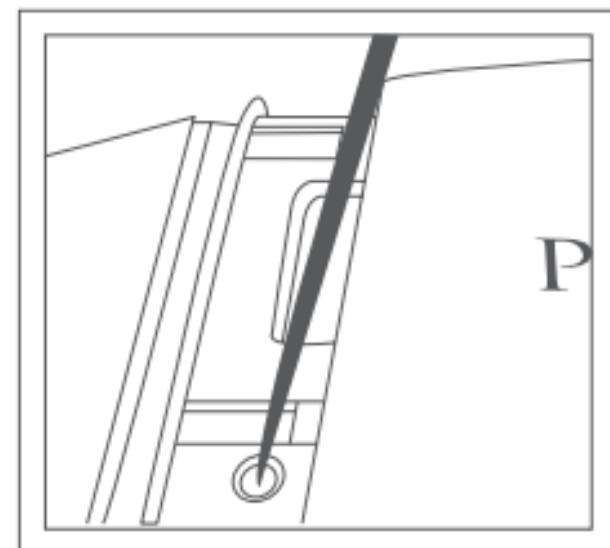

图5
5. 使用端部很细的物体（例如，端部为 2mm的螺丝刀），摁下并释放校准启动按钮（图5所示）。该检测仪发出 长长的哔哔声，进入校准模式。所有 指示灯（不包括 ” Metal” （金属）和 “Low Batt” （电池低压灯））将点亮，处于灯光运行状态。现在，检测仪便准备 就绪可以 开始校准了。